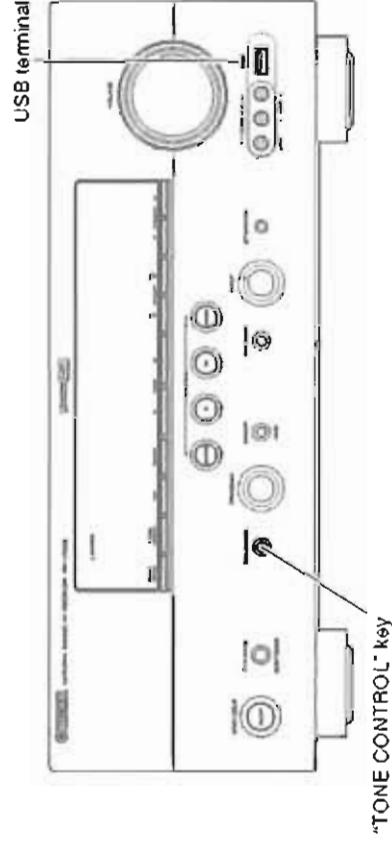

Fig. 2
1. Insert the USB storage device to the USB terminal of this unit. (Fig. 2)
2. While pressing the "TONE CONTROL" key of this unit, connect the power cable to the AC outlet. (Fig. 2)
1. 本機のUSB端子にUSBフラッシュメモリーを差し込みます。(Fig.2)
2. 本機の「TONE CONTROL」キーを押しながら、電源コードをACコンセントに接続します。(Fig.2)